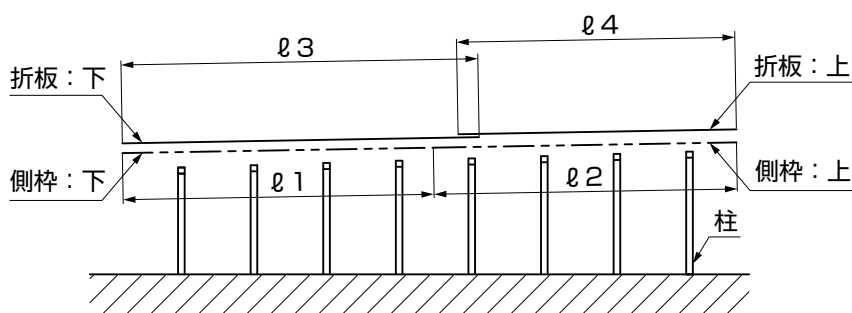
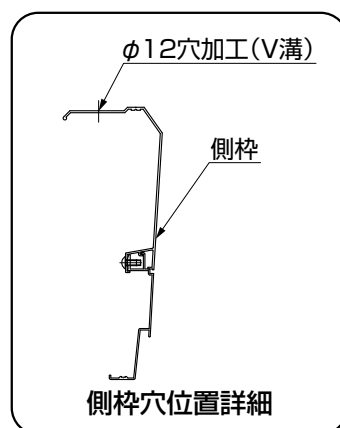
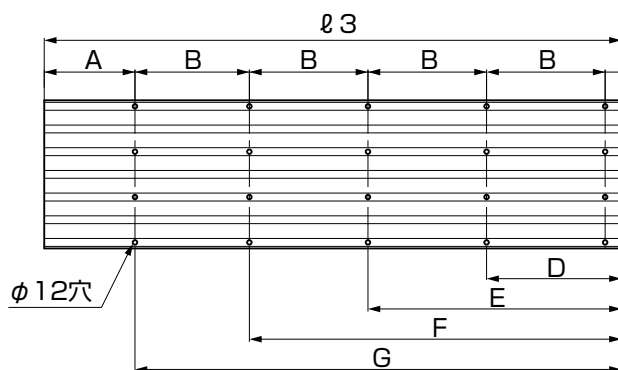
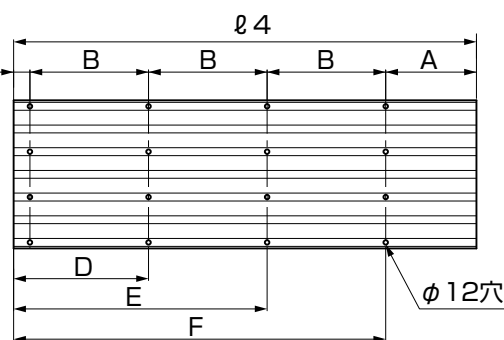

図3-9 側枠下 (水上側) 加工位置図
図3-10 側枠上 (水下側) 加工位置図
図3-11 折板下 加工位置図
図3-12 折板上 加工位置図
①図3-9、図3-10、図3-11、図3-12、表3-5、表3-6を参照して、側枠と折板を加工してください。